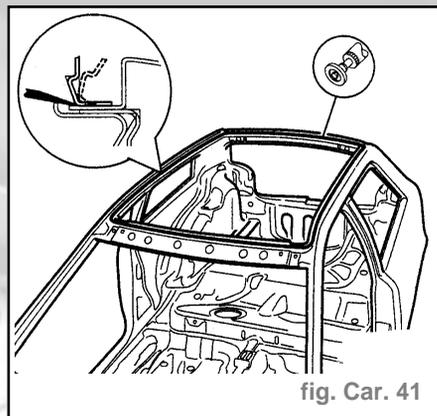

fig. Car. 41
- Meuler le cordon réalisé au laser et soulever les parties restantes avec un burin et les enlever en faisant levier (fig. Car. 41).